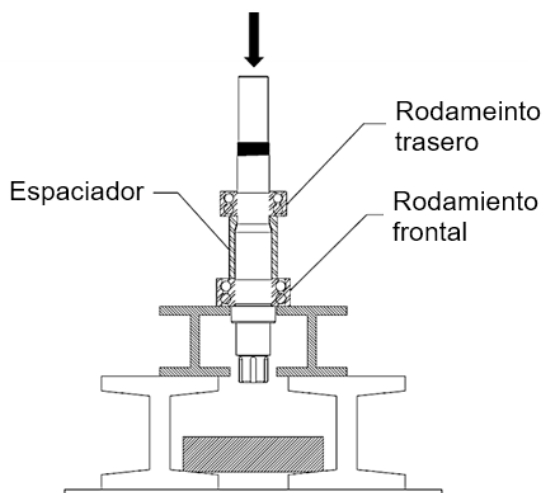

**Figura 47: Extracción de los retenes de aceite**
5. Retire y deseche los retenes delanteros de los retenedores de los rodamientos presionándolos hacia afuera (Figura 47). Limpie los retenedores ya que se reutilizarán.